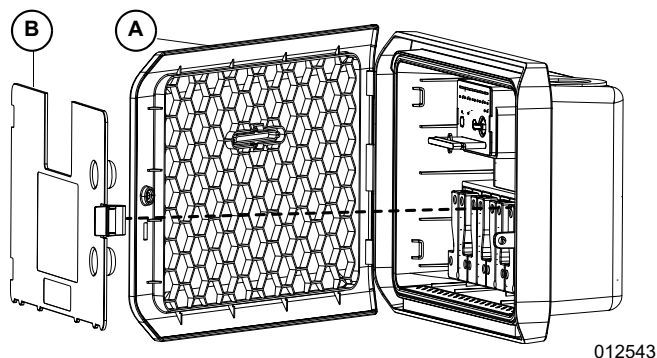

Figure 3-1. Retirer le capot de protection
Voir **Figure 3-1**. Les étapes ultérieures de l'installation nécessitent d'accéder à des parties internes du PWRmanager. Ouvrir le couvercle (A) de l'appareil et retirer le capot de protection (B) en dégageant le loquet de la paroi droite et tirant directement vers soi.